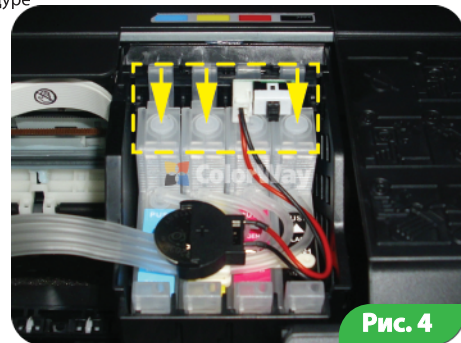

Рис. 4
4.4. Установите блок картриджей от СНПЧ в каретку принтера, обратите внимание, что для этого необходимо больше усилия, нежели при установке оригинальных картриджей. Основное усилие для установки нужно прилагать в районе пробок от картриджей. Картриджи должны быть вставлены до щелчка, каждый язычок картриджа должен быть защелкнут, иначе чип на картридже не будет доставать контактную группу каретки и принтер не распознает картриджи. Отнеситесь к этой процедуре очень осторожно и внимательно. (Рис. 4)